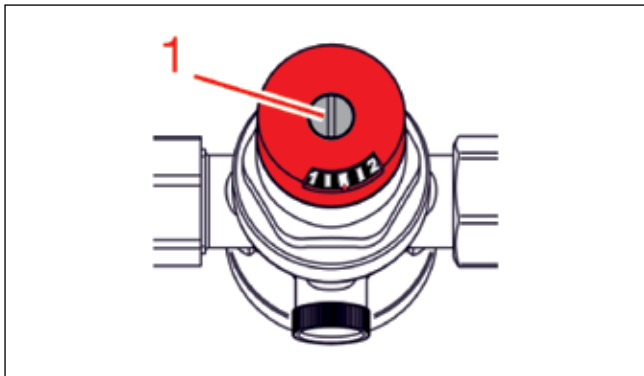

Abbildung 16: Druckminderer am MCC-N1
Lösen Sie die Fixierschraube (1) und stellen Sie den Druckminderer auf 1,5 bar bis max. 2,0 bar ein. Anschließend ist die Schraube wieder fest zu ziehen, um die Einstellung des Druckminderers zu fixieren (Abb. 16).